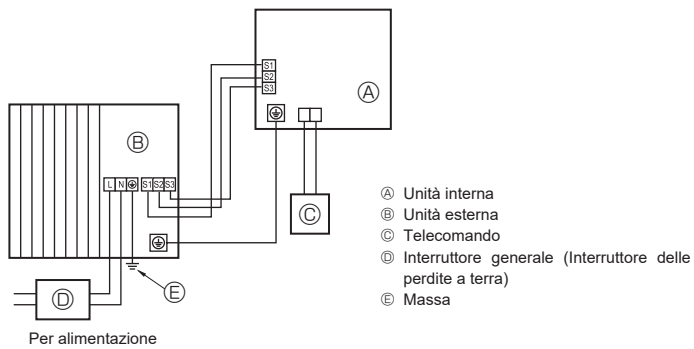
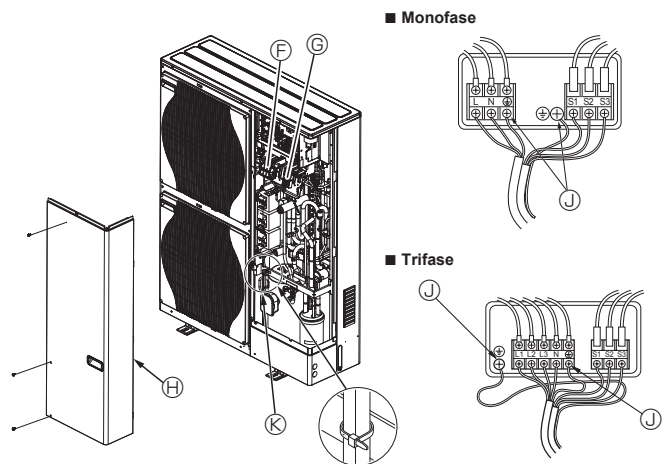

Fig. 5-1
Fig. 5-2
### 5.1. Unità esterna (Fig. 5-1, Fig. 5-2)
- ① Rimuovere il pannello di servizio.
- ② Posizionare i cavi secondo la Fig. 5-1 e la Fig. 5-2.